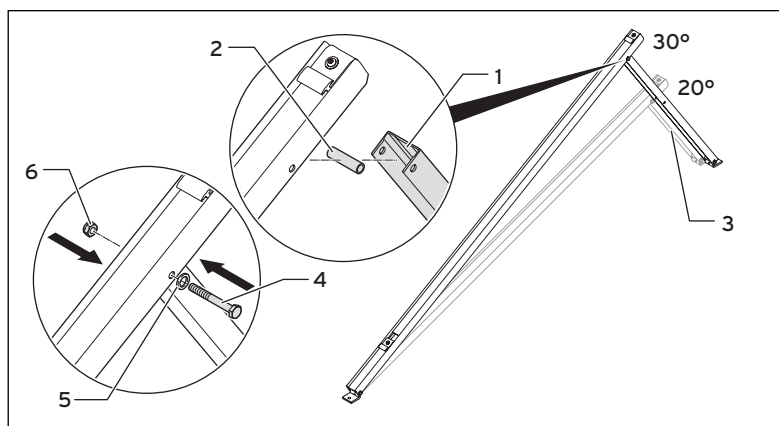

Abb. 5.10 Gestelle zusammenbauen
- Ziehen Sie die Schrauben der Füße (5) fest.
- Ziehen Sie die Schraube an der Stellschiene (→ Abb. 5.10, Pos. 4) fest.
- Stellen Sie den Fuß der Stellschiene so ein, dass er auf der Dachpfanne stehen kann (1).
- Schrauben Sie die obere Mutter auf (2) und ziehen Sie sie oberhalb des Fußes fest (mit SW 17).
- Trennen Sie die Gewindestange direkt oberhalb der Mutter ab (3).
- Entgraten Sie die Schnittstelle (4).